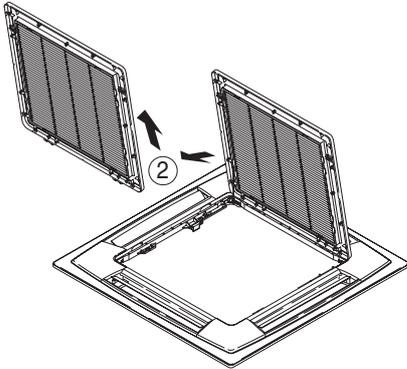

Fig. 1-14
- 3) Con la rejilla abierta, sacar la bisagra del panel del techo deslizándola en la dirección de la flecha ②. Fig. 1-14 (Colocar de nuevo la rejilla de la entrada de aire después de instalar el panel de techo).